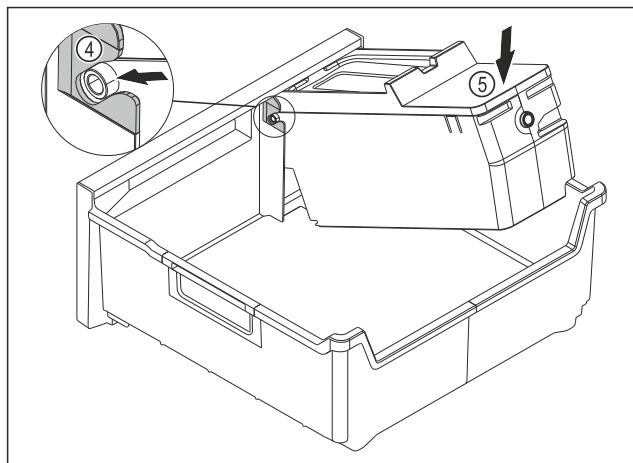

Fig. 82
- ▶ Montar el cuerpo del EasyTwist-Ice: Introducir los ejes del cuerpo del EasyTwist-Ice en las guías Fig. 82 (4).
- ▶ Presionar el cuerpo del EasyTwist-Ice Fig. 82 (5) hacia abajo por detrás.